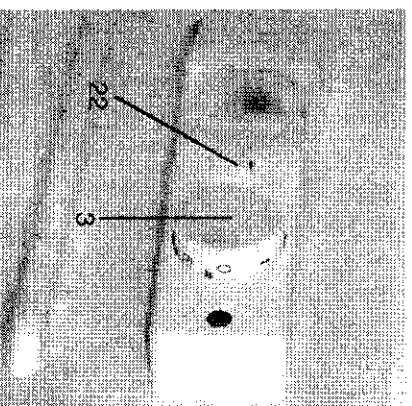

рис. 11
- Неисправна лампа накаливания. Выньте вилку сетевого шнура из розетки, снимите крышку (рис.11), замените лампу (макс. 15 Вт, 220 В, цоколь E14).